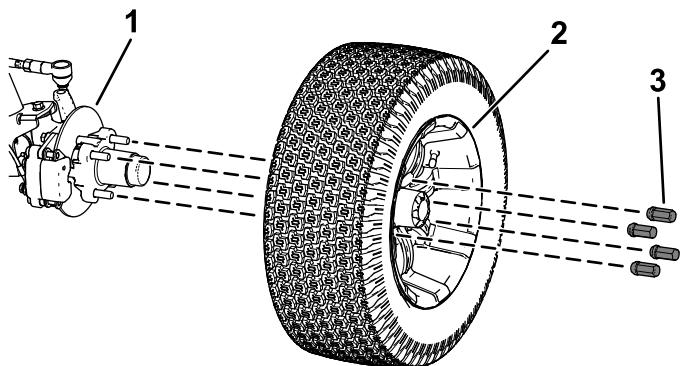

Bild 37
2. Nehmen Sie die vier Radmuttern ab, mit denen das Rad an der Radnabe befestigt ist (Bild 37).
4. Fluchten Sie die L&cher im Rad mit den Bolzen der Nabe aus und montieren das Rad so an der Nabe, dass das Reifenventil au&en ist (Bild 37).
5. Befestigen Sie das Rad mit den Radmuttern an der Nabe (Bild 37).